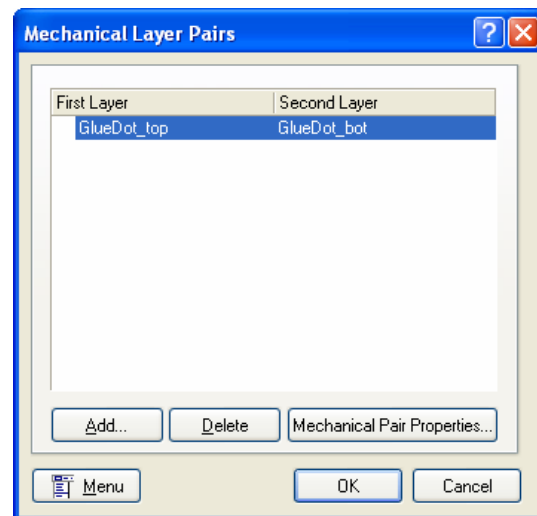

图5-21 在PCB Editor中定义层对
- 注意：不能在PCB Library Editor中定义层对，只能在PCB Editor中定义，按鼠标右键弹出菜单，选Options又弹出下一级菜单，选“Mechanical Layers...”，弹出View Configurations对话框，在对话框的左下角，单击Layer Pairs...按钮，弹出Mechanical Layer Pairs对话框如图5-21所示，即可内定义层对。